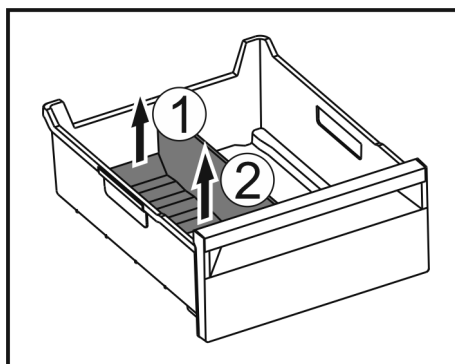

Fig. 176
- Zvedněte zadní část přepážky přihrádky na led. Fig. 176 (1)
- Přepážku přihrádky na led vyjměte nahoru. Fig. 176 (2)